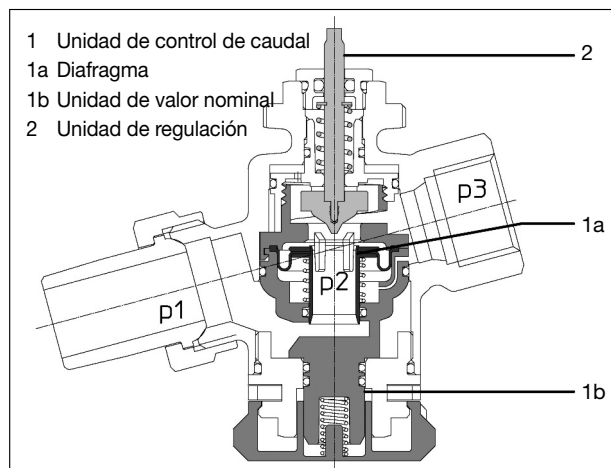
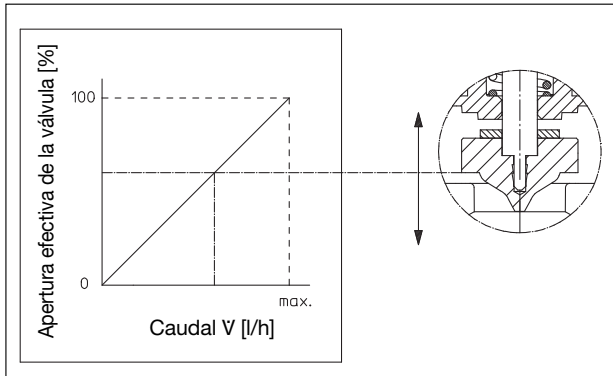
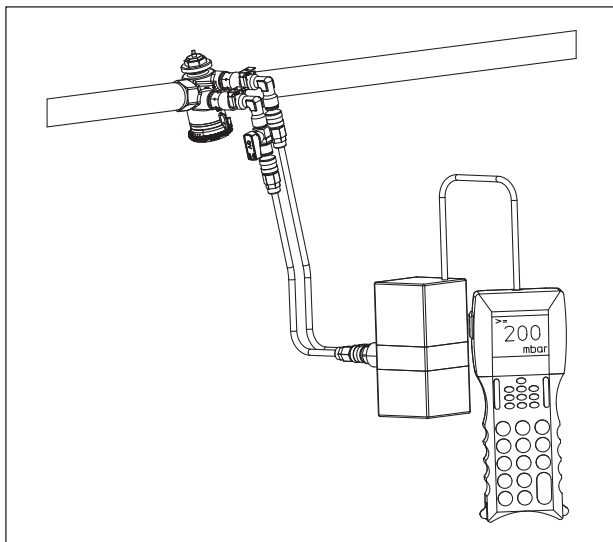

Fig. 5.1 Construcción "Cocon QTZ"
Fig. 5.3 Curva característica de la unidad de regulación de la "Cocon QTZ"
Fig. 5.4 Medición de presión diferencial
Puede conectarse el medidor de caudal "OV-DMC 2" a las tomas de medición de presión (modelo de las "Cocon QTZ" con tomas de medición de presión). Esto confirmará si la válvula está trabajando dentro del rango de control. El ajuste de la bomba puede optimizarse midiendo la presión diferencial (fig. 5.4).
Con un medidor de caudal (ej.: "OV-DMC 2") (fig. 5.4) conectado pos. 1, se mide la presión diferencial en la unidad de control (pos. 3, fig. 5.1/5.2). Para hacerlo, la válvula de regulación debe estar totalmente abierta (tapón protector desenroscado o actuador ajustado a posición abierta). Tan pronto como la presión diferencial medida ha alcanzado o ha excedido la presión diferencial Δp_M que se muestra en la gráfica, la válvula está trabajando dentro del rango de control.
Con la membrana integrada (pos. 1a, fig. 5.1/5.2), la válvula combinada de control y regulación "Cocon QTZ" mantiene la presión diferencial "p2"- "p3" en un nivel constante no sólo en la unidad de regulación activada por un actuador (pos. 2, fig. 5.1/5.2), sino también en la unidad de valor nominal que puede ajustarse a un valor máximo de caudal (pos. 1b, fig. 5.1/5.2).
La unidad de regulación (pos. 2, fig. 5.1/5.2) tiene una curva característica casi lineal (fig. 5.3).